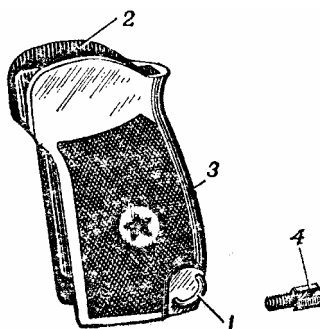

Рис.38. Рукоятка с винтом.
4. **Рукоятка с винтом** (рис.38) прикрывает боковые окна и заднюю стенку основания рукоятки и служит для удобства удержания пистолета в руке. Она имеет отверстие для винта, крепящего рукоятку к основанию рукоятки; антабку для пристегивания пистолетного ремешка; пазы для свободного надвигания рукоятки на основание рукоятки. В отверстии для винта запрессована металлическая втулка, стопорящая винт от произвольного отвинчивания.